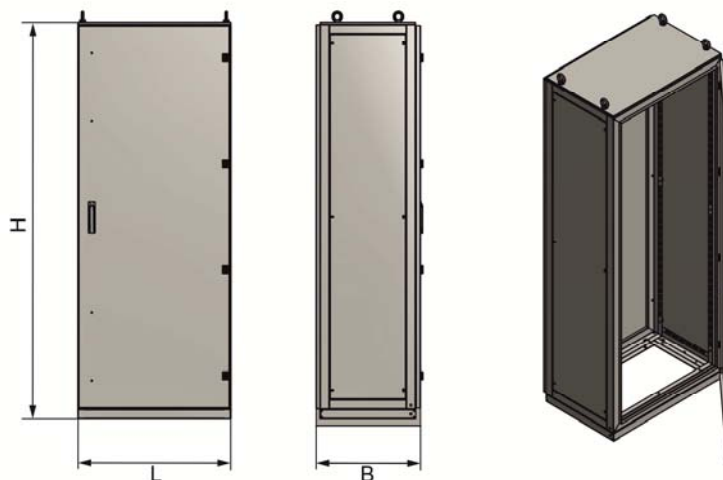

Рисунок 1 – Внешний вид ЩСУ шкафного исполнения
**Примечание:** 1 - габаритные размеры ЩСУ см. рисунок 1,2;